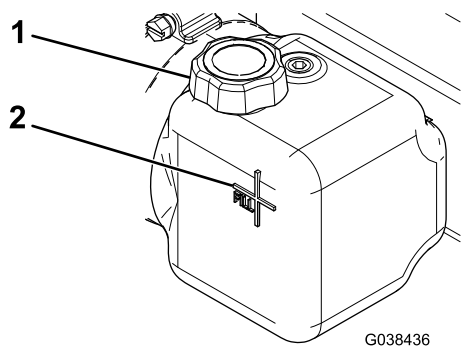

Figure 25
2. Nettoyez la surface autour du bouchon de remplissage (Figure 25).
3. Retirez le bouchon de remplissage du réservoir hydraulique (Figure 25).
4. Versez lentement du liquide hydraulique BOSS haute performance dans le réservoir jusqu'à ce que le niveau atteigne la ligne de repère sur l'extérieur du réservoir (Figure 25).